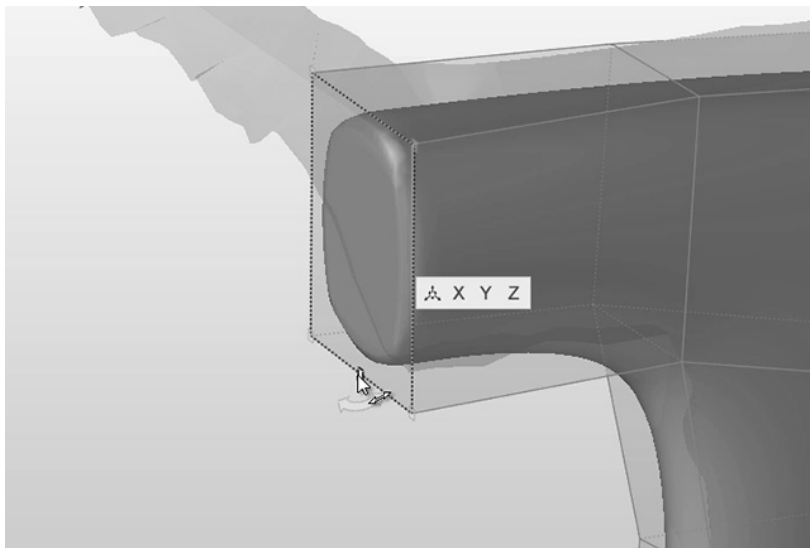

图 15-18
2) 单击面的底边并将其移向底座，从而扩大该面，如图 15-18 所示。